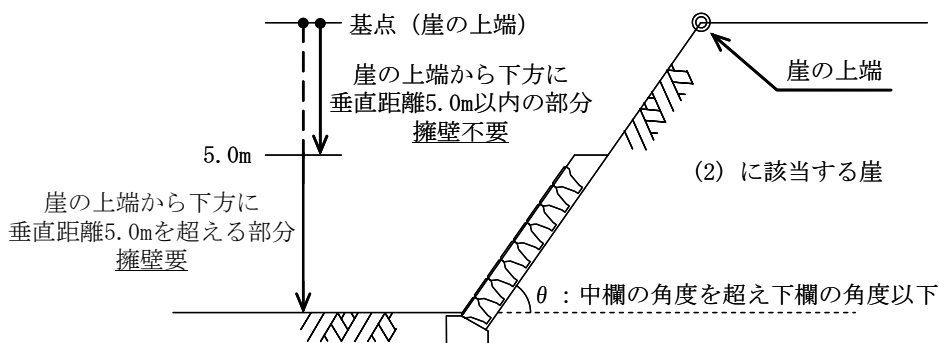

図3-2 崖の上端から下方に垂直距離5.0m以内の部分については擁壁で覆わなくてもよい切土崖
- (2) 土質が表3-1上欄に掲げるものに該当し、かつ、土質に応じた勾配が同表中欄の角度を超え、同表下欄の角度以下（その上端から下方に垂直距離5.0m以内の部分に限る。）（図3-2）。